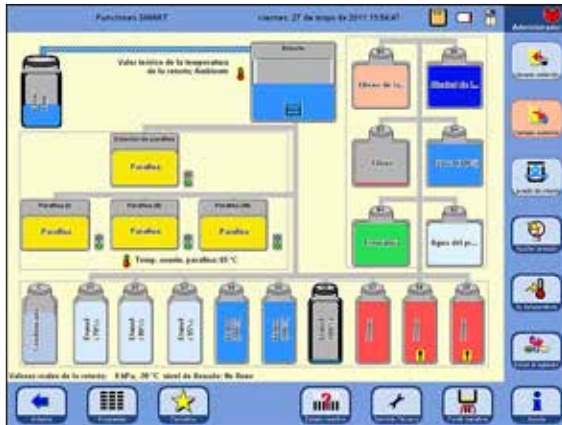

Fig. 171
- El proceso completo se representa gráficamente en la pantalla (vista **FUNCIONES SMART**) (fig. 171).